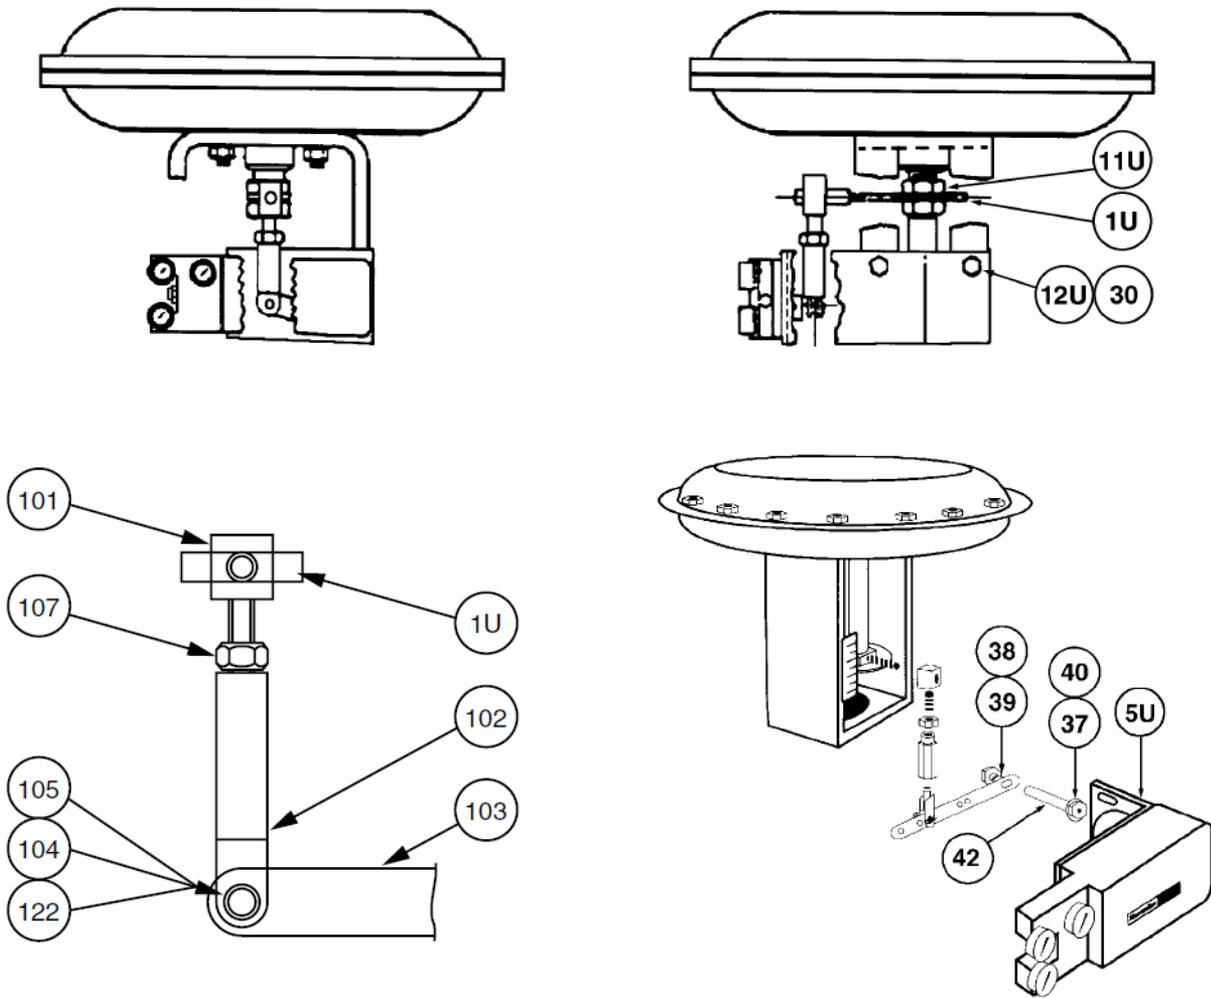

Abbildung 7 Stellglieder 87U/88U
1. Den Hebel (1U) zwischen den zwei Blockiermuttern (11U) an der Ventilspindel (Abbildung 7) montieren.
2. Die Spannschraube (101) am Hebel (1U) montieren.
3. Die Blockiermutter (107) am Bügel (102) montieren. Bügel an der Blockierschraube (101) montieren.
4. Die Eingangswelle (42) ins Lager einsetzen und je eine Unterlegscheibe (40) an den beiden Lagerenden und einen Sicherungsring (37) auf der Nockenseite anbringen.
5. Den hinteren Hebel (103) mit einer Sechskantkopfschraube (38) und der Sicherungsscheibe (39) auf der Nockenwelle befestigen.
6. Die Halterung (5U) mit den Schrauben (29) und den Fächerscheiben (30) am Stellungsregler montieren.
7. Die Einheit Stellungsregler/Halterung mit den Kopfschrauben (12U) und den Fächerscheiben (30) am Bügel des Stellglieds befestigen.
8. Den Bügel (102) am hinteren Hebel (103) mit dem Überbrückungsstift (104), dem Sicherungsclip (105) und der Unterlegscheibe (122) montieren.
9. Die Nocke (26) mit der Schraube (28) und der Unterlegscheibe (27) an der Nockenwelle befestigen, wobei das Nutzprofil das Tastlager berühren muss.